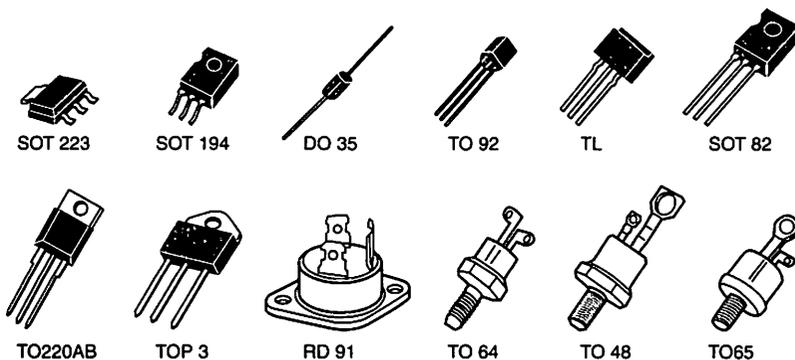

Fig. 11 : Exemples de boîtiers de thyristors (STMicroelectronics).
2.3. Repérage et encombrement des boîtiers (fig. 11)